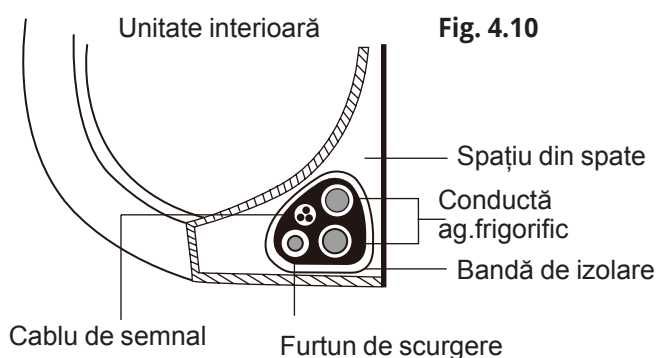

Fig. 4.10
- Utilizând bandă izolatoare, înfășurați strâns cablul de semnal, conductele de agent frigorific și furtunul de scurgere. Verificați de două ori ca toate acestea să fie strânse conform cu Fig. 4.10.